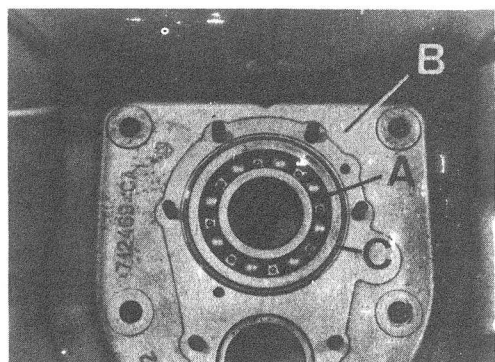

Fig. C1-88 Cártter de embrague
##### 1.2. Extraer el rodamiento, A (Fig. C1-88) del cárter de embrague, B, y desmontarle e anillo elástico, C.
- 2.2. Montar el rodamiento, A (Fig. C1-88) sobre el cárter, B, de embrague, de forma - que el anillo elástico, C, haga tope sobre la cara frontal interna del cárter.